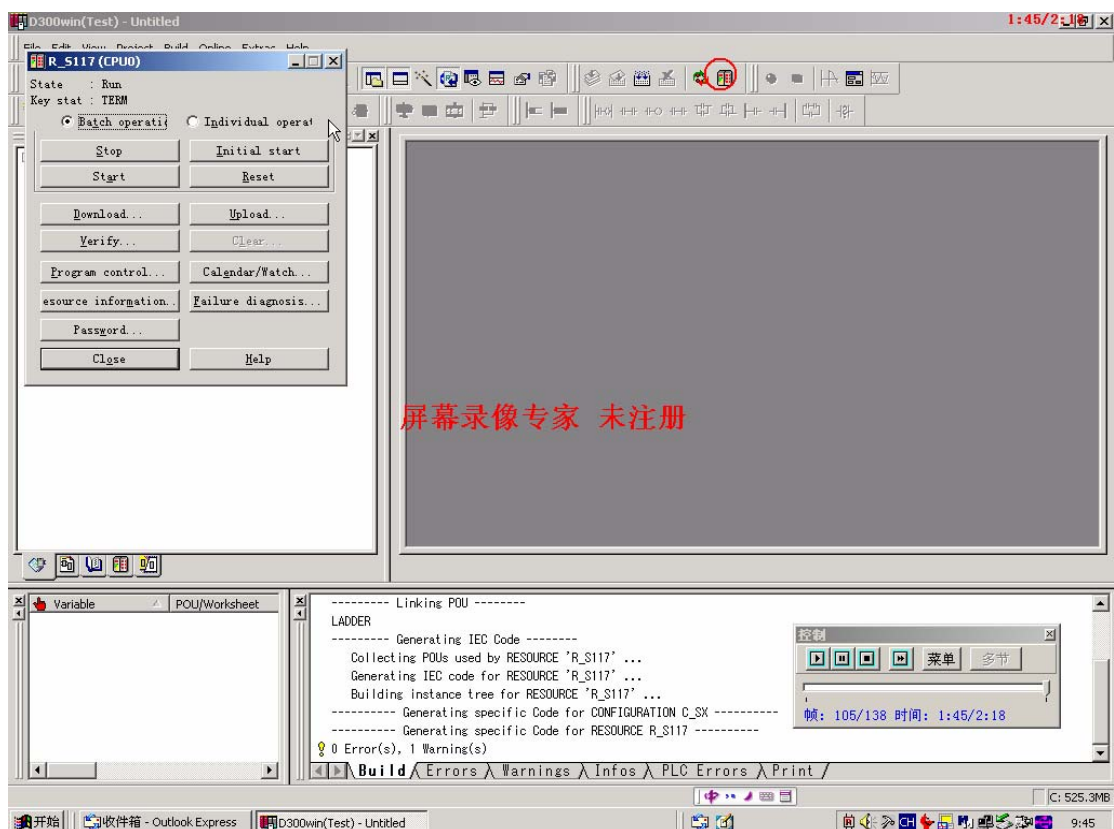
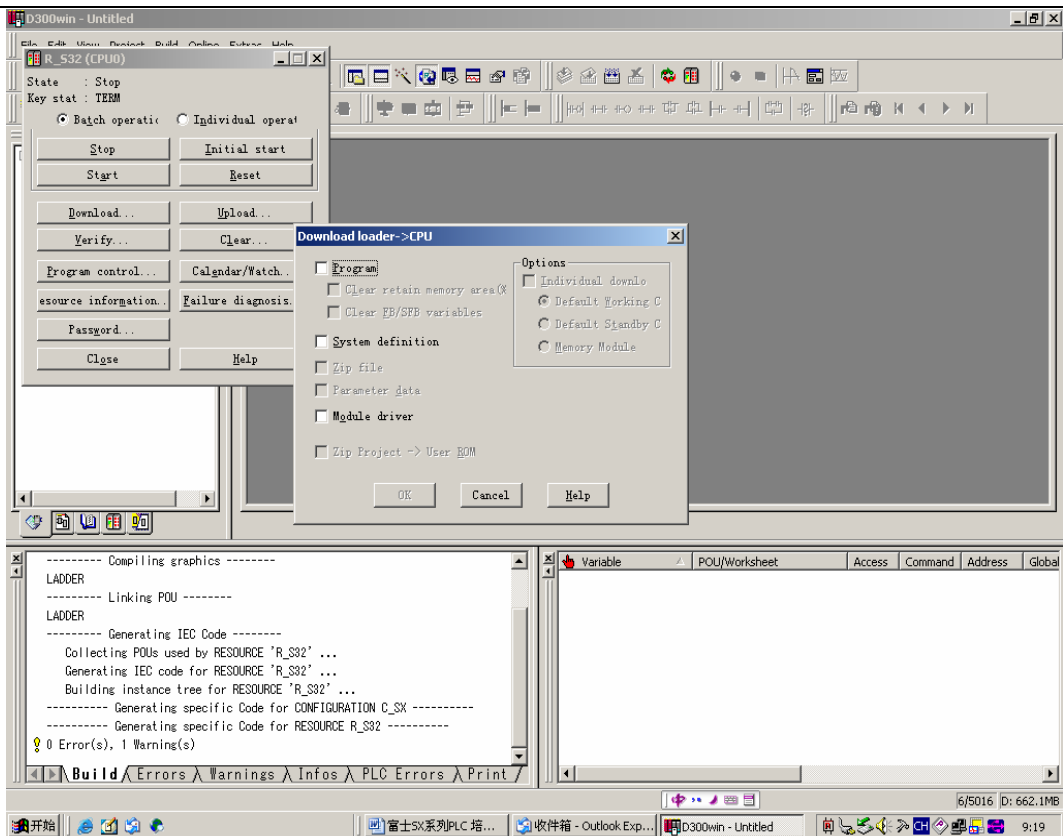

图 4-3
图 4-5
选择完通讯方式后, 选择 Project Control Dialog(见图 4-3 中的圈), 可在出现的对话框中看 PLC 的状态, 若 State: 为 ***** 时, 说明没有连上.
B. Project Control Dialog 对话框中 (见图 4-3), 首先 STOP PLC, 然后 DOWNLOAD 程序, 出现如图 4-5 的对话框, 对话框中有 4 项:
C. 程序下载完成以后, 在图 4-3 中的对话框中, 点击 RESET 命令, 把整个 PLC 复位一下. 或者可以电源重新送一下, 效果是一样的.